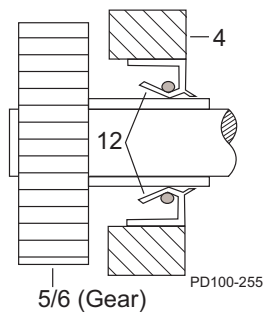

Figura 95 - Orientação da vedação de óleo
2. Pressione a nova vedação de óleo (Figura 95, item 12) na tampa da caixa de engrenagens (item 4) embutida com a face externa, com a mola voltada para dentro.